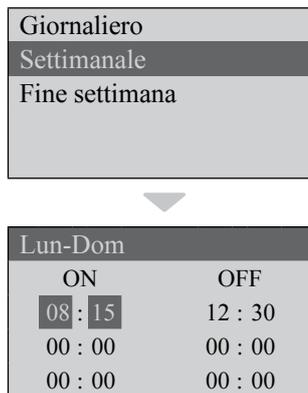

fig. 33 - Programmazione Settimanale
- Selezionando con il tasto SET l'opzione "Settimanale", viene abilitato il medesimo ciclo di accensione e spegnimento su ciascun giorno della settimana, sono concesse fino a tre fasce orarie al giorno (fig.33). Spostarsi con i tasti 4 e 6, modificare le ore di accensione e confermare con SET;